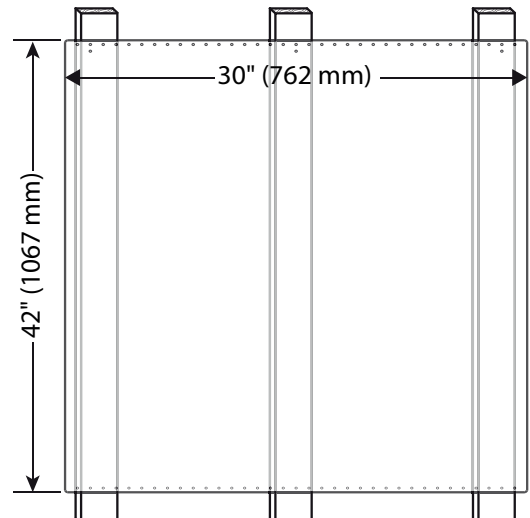

Figure 13 : Installation du dossieret de protection
- Utilisez deux vis fournies pour fixer le haut et le bas du dossieret de protection dans chaque montant de cloison (voir *Figure 13*).